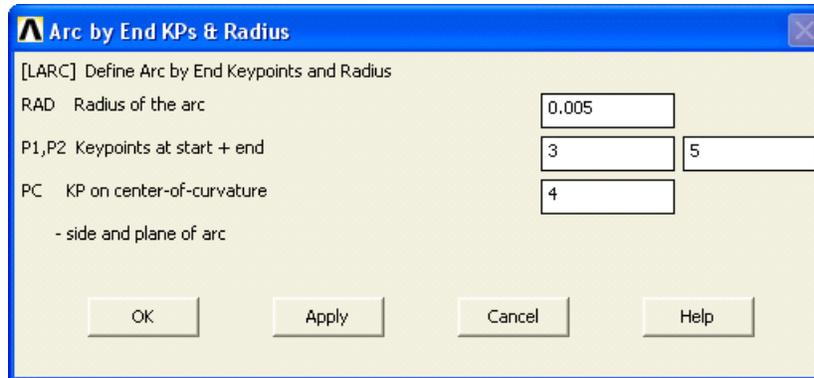

Рисунок 10. Вид окна *Arc by KPs & Radius*
- Появляется диалоговое окно **Arc by End KPs & Radius**, в котором необходимо ввести радиус дуги (поле **RAD**), который равен **0.005** (Рисунок 10).